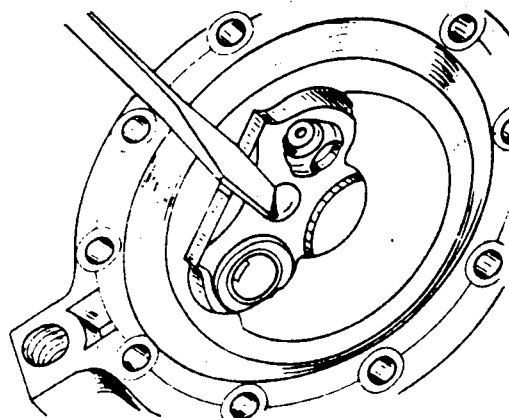

Fig. 2
- b Remova as válvulas, retirando seu retentor (fig. 2).